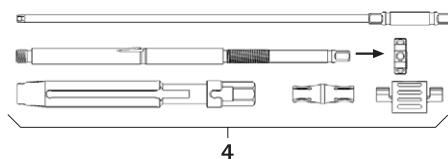

Fig. 2
- Démonter le levier de réduction 4, voir Fig. 2. Démonter entièrement le levier de réduction et dévisser l'écrou de serrage.